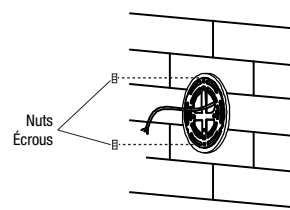

Fig. 2B
3. Drill holes on the wall and insert expansion screws. Fix mounting plate with expansion screws (Fig. 2B).
NOTE: The mounting plate must be placed respecting to the sides of the luminaire and the wall as shown in Fig. 2B. The color of the mounting plate it's either bronze or white to match the housing finish. 4. Connect the wires, refer to the Wiring Diagram: GROUND luminaire wire (green/yellow) connected to the supply wire (green), LINE luminaire wire (black) connected to line power supply wire (black), NEUTRAL luminaire wire (white) connected to neutral wire (white) (Fig. 3B, Fig. 8).
3. Percer les trous sur le mur et insérer les vis d'expansion. Fixer la plaque de montage avec les vis d'expansion (Fig. 2B).
NOTE: La plaque de montage doit être positionnée en respectant les côtés du luminaire et du mur comme montré sur la Fig. 2B. La couleur de la plaque de montage est soit bronze, soit blanche afin de correspondre avec la finition du boîtier.